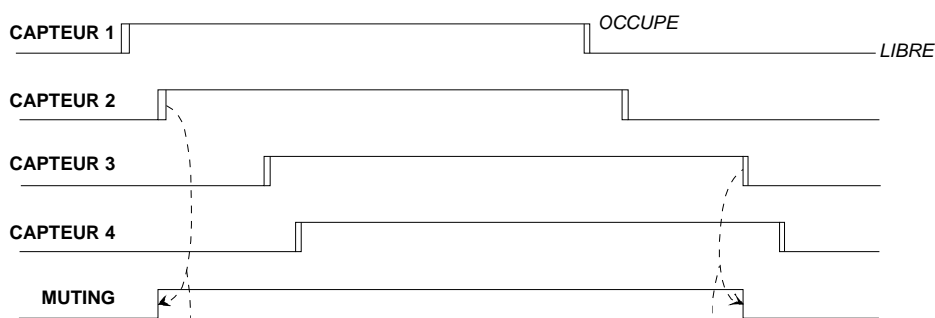
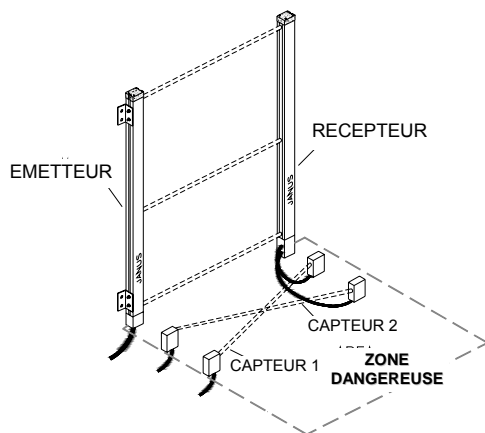
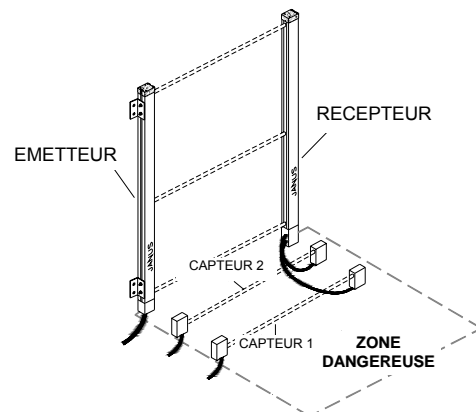
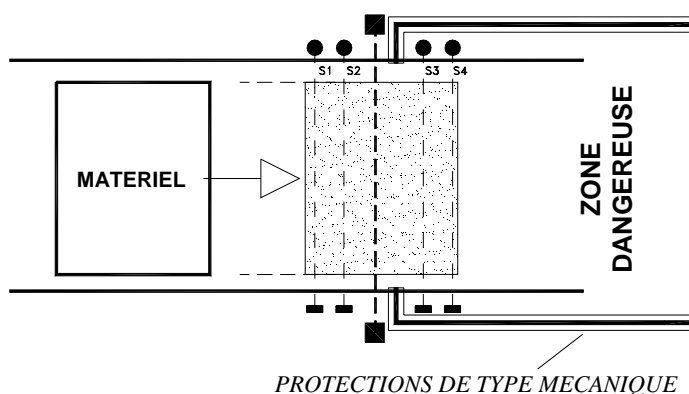

Figure 8
Figure 9 - Capteurs croisé
Figure 10 - Capteurs parallèles
Figure 13
La fonction Muting (Inhibition) est active lorsque les capteurs S1 et S2, le passage et les capteurs S3 et S4 sont interrompus d'une manière séquentielle. **Il est important de souligner que la bonne activation de la fonction Muting (Inhibition) ne peut être obtenue qu'avec la séquence indiquée sur la Figure 8 et dans le Tableau 1 (sans limitations de temps).**
L'activation de la fonction de Muting est déclenchée par l'occultation séquentielle des capteurs 1 et 2, et ensuite des capteurs 3 et 4. Il est à noter que pour assurer l'activation correcte de la fonction de Muting, il est nécessaire de respecter le déroulement de la séquence illustrée sur la Figure 8 et dans le Tableau 1 (sans limitation du temps d'inhibition).
Sur ce modèle les capteurs 1 et 2 sont du même côté par rapport à la barrière verticale et sont placés devant le passage dangereux (Figure 9 et Figure 10). Ce modèle est unidirectionnel et est utile pour protéger les passages avec sorties de palettes.
**Pour le fonctionnement en sécurité de la série MI (avec logique L), il est indispensable que les capteurs de muting soient montés à l'intérieur de la zone dangereuse (esquissée en Figure 8 et Figure 9).**
(Figure 8, Figure 13 Tableau 1):